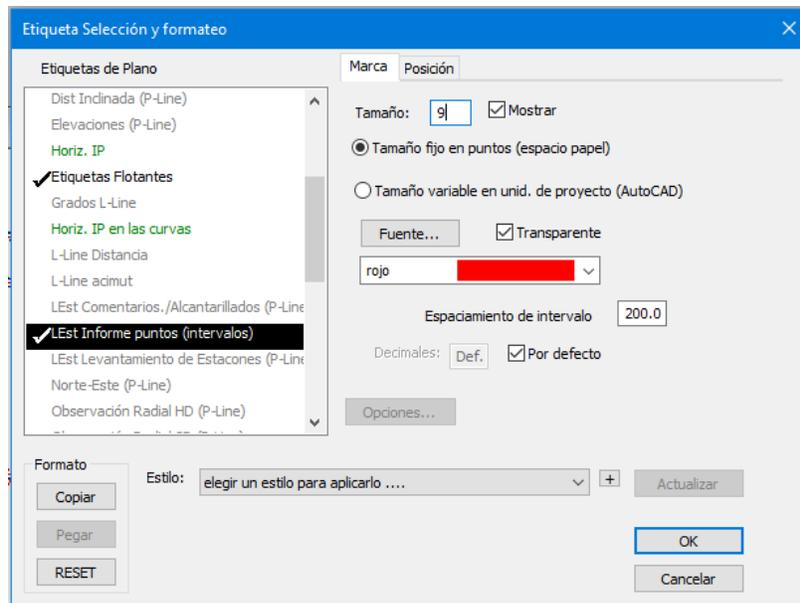

Figura 21-3: Selección de Etiquetas y Formateo
7. Descienda hasta encontrar *LEst Informe Puntos (Intervalos)*, haga doble clic, seleccione el *Espaciamiento de intervalo* a **200** como se muestra en la Figura 21-3.